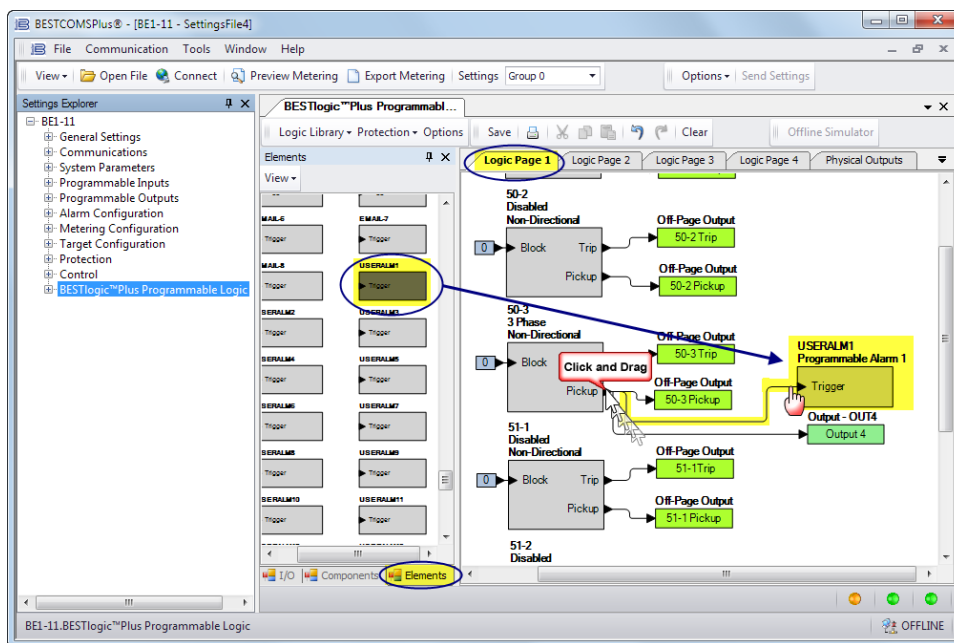

Figura 16. Programación de la alarma de usuario 1 de BESTlogicPlus
Paso 11: En este paso, la salida de captación del elemento 50-3 se conecta a la Alarma de usuario 1. Cuando la salida de captación del elemento 50-3 es verdadera, se muestra la alarma de usuario en la pantalla Alarmas del panel frontal y en el reporte de fallas o en el informe de secuencias de eventos. La etiqueta se nombra en el Paso 13. Haga clic en la lengüeta Página lógica 1 y luego en la lengüeta Elementos que aparece en la parte inferior. Ubique el elemento Alarma de usuario 1. Haga clic y arrastre USERALM1 sobre el diagrama lógico. Haga clic en la salida de captura del elemento 50-3 y arrástrelo a la entrada de USERALM1 para hacer una conexión. Consulte la Figura 16.